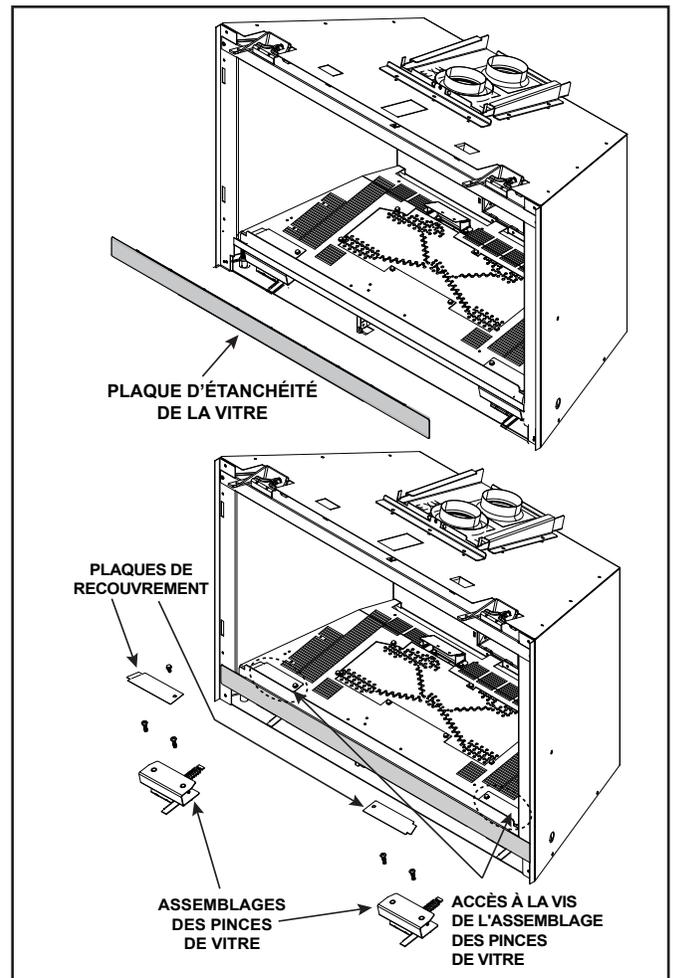

Figure 4.5 Retrait des pinces de vitre
- Voir la figure 4.5. Faites attention en manipulant la base réfractaire.